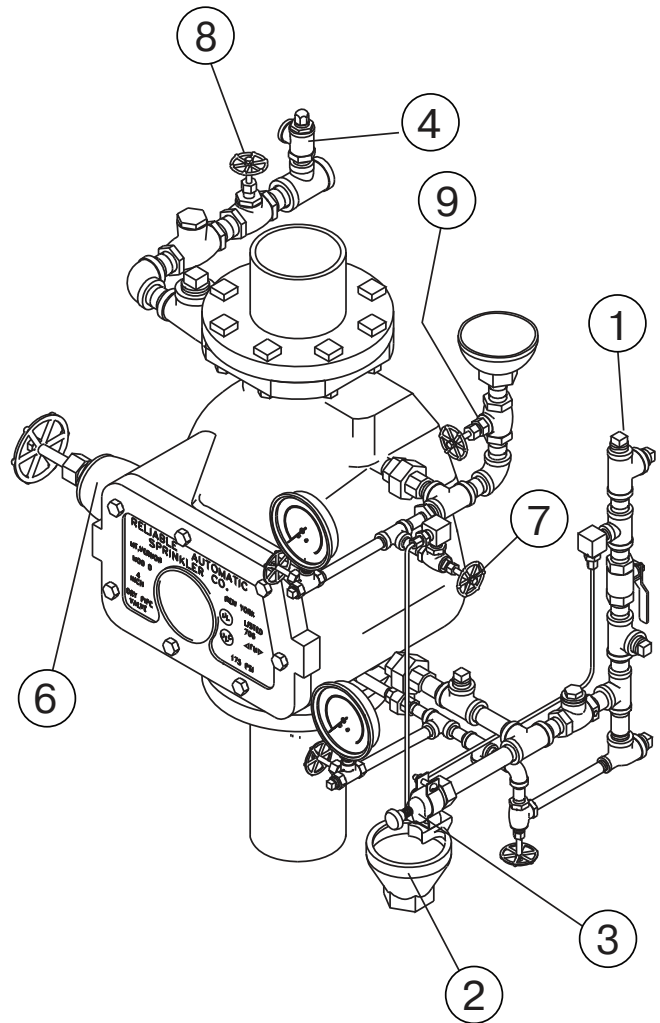

Рис. 2
- Слить воду из системы через главный дренажный клапан (Рис. 2).
- Открыть шаровой клапан (Рис. 2), нажать кнопку возврата и повернуть по часовой стрелке, пока не услышите, что заслонка закрылась.
- Открыть клапан (Рис. 2). Через воронку наполнить клапан водой до тех пор, пока вода не потечет в воронку через открытый клапан, что свидетельствует о том, что клапан заполнен до нужного уровня. Закрыть клапан. Если вода продолжает течь из шарового клапана — это означает, что резиновое уплотнение не на месте. Для устранения этой неисправности вернуться к шагу 5.
- Открыть клапан (Рис. 2) и впустить некоторое количество воздуха внутрь спринклерной системы. Закрыть клапан. По очереди открыть все дренажные клапаны (см. шаг 3), чтобы слить воду из всех точек системы. Закрыть дренажные клапаны после осушения системы и установить заглушки в выпускные отверстия клапанов.
- Открыть клапан (Рис. 2) и впустить достаточное количество воздуха для удержания крышки клапана закрытой. Закрыть клапан, когда необходимое давление будет набрано. Воздушное давление регулируется крышкой на предохранительном клапане.